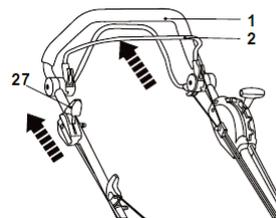
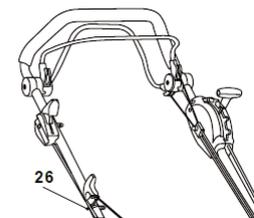

Fig. 14
Fig. 15
1. Tirer la barre de freinage (2) contre la poignée (1).
2. Tirer doucement la poignée du lanceur (27) (Fig. 14) et la placer dans le guide-cordon (26) du côté droit de la poignée supérieure (6) pendant l'utilisation (Fig. 15). Ne pas retirer le cordon du guide-cordon pendant le démarrage du moteur.